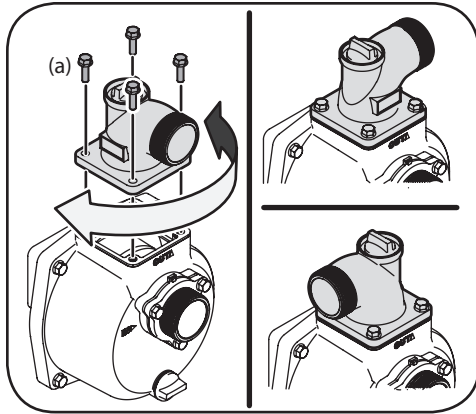

Figura 4-4
1. Gire el cabezal de la bomba a la posición deseada quitando los cuatro tornillos (a). Una vez alcanzada la posición deseada, enrosque un poco los cuatro tornillos (a). No ajuste demasiado. Vea la Figura 4-4.